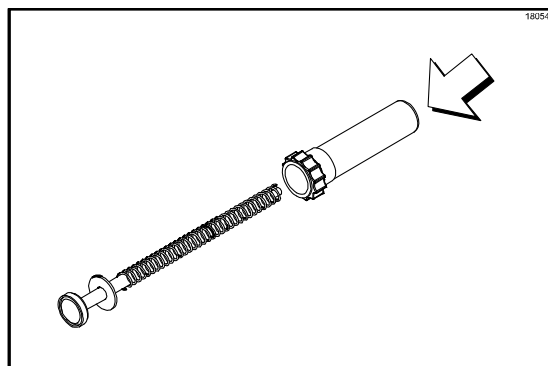

Figura 91
6. Instale a extremidade acampanada do tubo do êmbolo (montado com a inserção e porca) no conjunto do êmbolo. (Veja a Figura 91.)